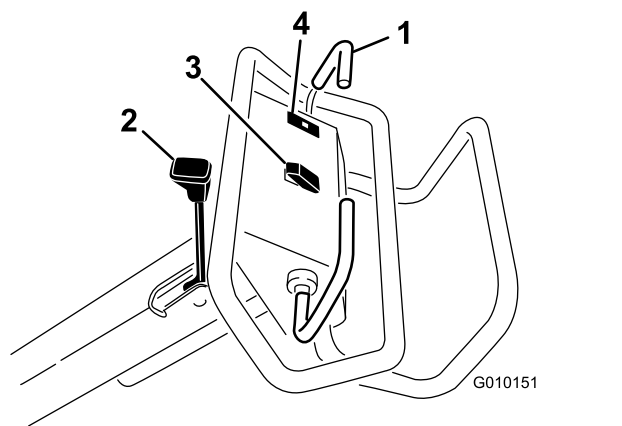

Figura 13
Para avançar, empurre a pega de tração para a frente. Para andar para trás, empurre a pega de tração para trás (Figura 13).
- Para engatar o travão de mão, desloque a alavanca do travão no sentido da pega do operador (Figura 13).
A luz de aviso da pressão do óleo (Figura 13) acende-se quando a pressão do óleo está abaixo de um nível seguro. Se esta situação se verificar, desligue o motor e descubra qual a causa do sucedido. Efetue as reparações necessárias antes de ligar novamente o motor.
**Subida** – pressione a parte superior do interruptor (Figura 13) para fazer subir a cabeça de perfuração e desengatar a cabeça de perfuração. O motor deve estar a funcionar para gerar pressão de elevação. Se a cabeça de perfuração estiver abaixo da altura de transporte, consulte Reposição do circuito de controlo do sistema \(página 27\).
**Descida/ativação** – pressione a parte inferior do interruptor (Figura 13) para fazer descer e ativar a cabeça de perfuração. A pega de tração deve estar na posição mais para a frente para ativar o interruptor.